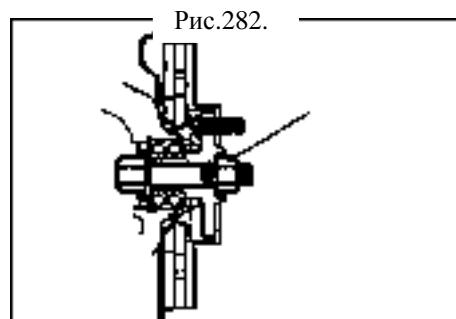

Рис.282.
10. Закрепите левую переднюю ступицу (рис.282).